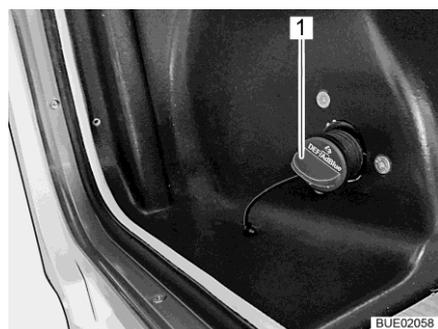

Fig. 58 Bec de remplissage d'AdBlue®
- Tourner le couvercle bleu (Fig. 58,1) dans le sens inverse des aiguilles d'une montre et le retirer.